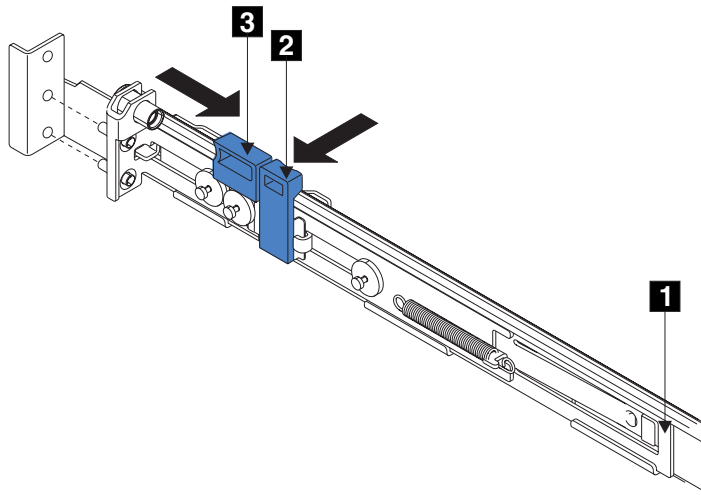

图 127. 打开后面的插销锁托架组合件
7. 将后导轨道支架**1**（第 198 页的图 127）向轨道的前部推动直到它停下为止。导轨目前处于最短的调整长度。
14. 将后导轨支架¹（请参阅第 198 页的图 127）推向机架后部并将定位引脚与机架安装轮缘对齐。
15. 将插销锁²（请参阅第 198 页的图 127）推离导轨以放开托架。插销锁托架滑向机架后部，定位引脚从后轮缘和后导轨支架中的孔穿出。